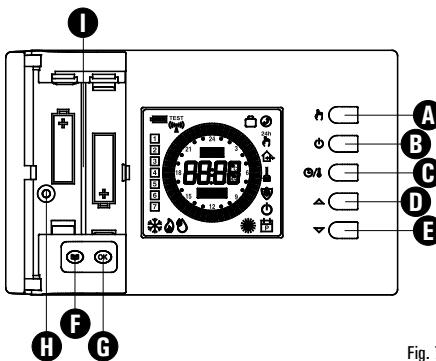

Fig. 7
- 6** Inserire le batterie nel vano batterie (I di Fig. 7); vedi paragrafo 'INSERIMENTO/SOSTITUZIONE BATTERIE'.